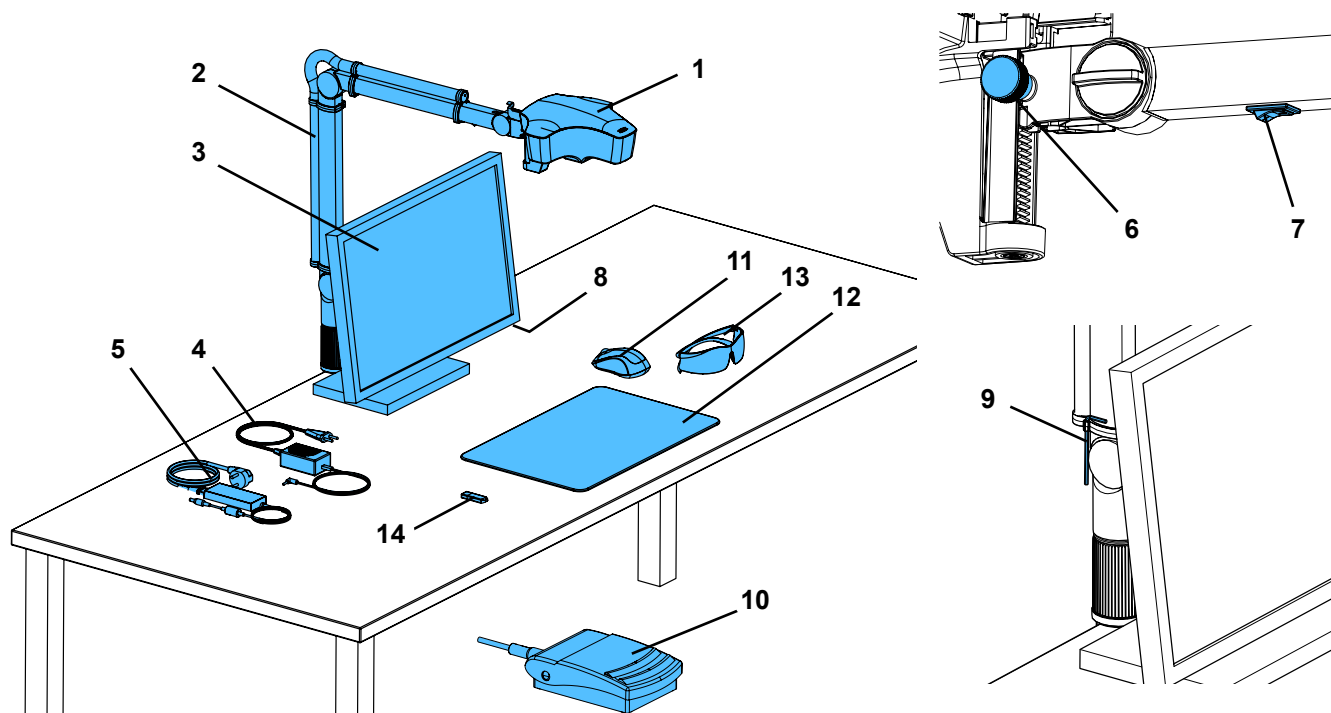

Fig. 1
- ⇒ Poser le sous-main (12, Fig. 1) sur le plan de travail.
⇒ Poser la souris (11, Fig. 1) à côté du sous-main.
⇒ Poser la pédale (10, Fig. 1) sous la table et insérer le câble de la pédale dans la pédale.
- Vis de fixation de la tête (31).
- Vis de serrage médiane (32).
- Vis de serrage du pied (33).
- Vis de serrage (34) avec outil joint (9, Fig. 1).
- Vis de serrage (35) avec outil joint (9, Fig. 1).